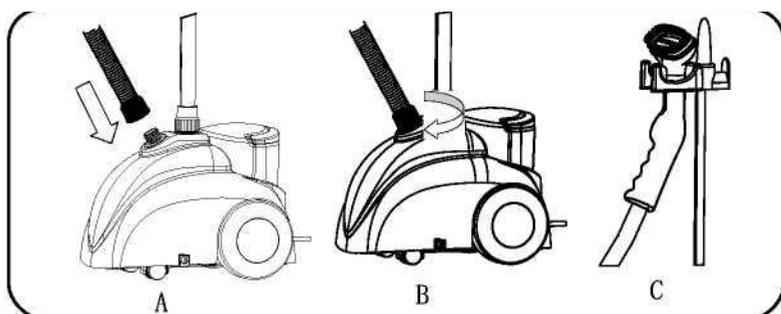

Рис. 4
- A. Установите конец шланга на штуцер на корпусе отпаривателя (Рис. 4-А)
- B. Поворачивайте муфту на шланге по часовой стрелке до полной затяжки. (Рис. 4-В). Затягивайте муфту рукой, не допускайте чрезмерных усилий.
- C. Повесьте шланг на держатель на стойке (Рис. 4-С)